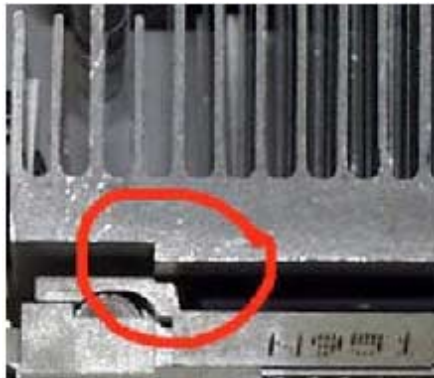

Abbildung 14: Achten Sie darauf, daß der Kühlkörper richtig auf dem Prozessor sitzt!
14. Abbildung 14 zeigt eine FALSCHЕ Plazierung des Kühlkörpers. Sie sehen, daß der untere Bereich des abgestuften Teils der Aluminiumkühlkörpers nicht flach über dem Prozessorchip sondern auf dem erhöhten Ende des Sockels aufsitzt. Wenn der Kühlkörper nicht die gesamte Oberfläche des Prozessorchips kontaktiert, hat er nicht die erforderliche Wirkung. Dies führt dazu, daß **SICH DER PROZESSOR ÜBERHITZT UND ZERSTÖRT WIRD!** Achten Sie auf jeden Fall darauf, daß der Boden des Kühlkörpers nirgendwo auf dem Sockel aufsitzt.